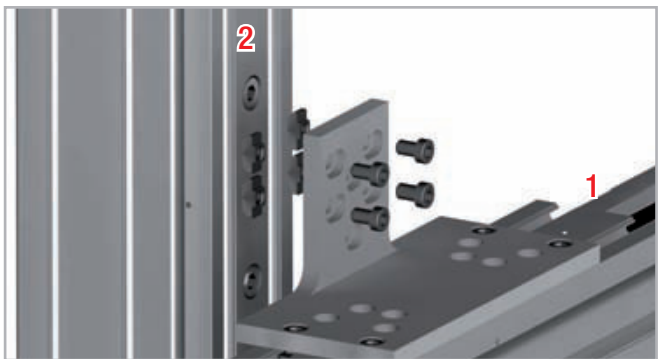

Abb. 104
4. Damit die Verbindungsplatte an Einheit 2 befestigt werden kann, führen Sie die Schrauben in die vorbereiteten Bohrungen an der schmalen Plattenseite ein (s. Abb. 104).